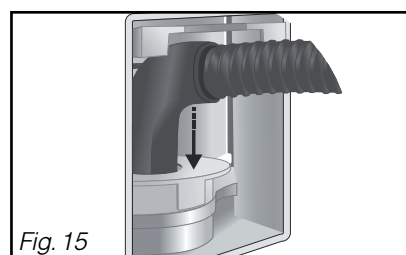

Fig. 15
- Raccorder le tuyau du kit sur l'embout de l'appareil (Fig. 15).